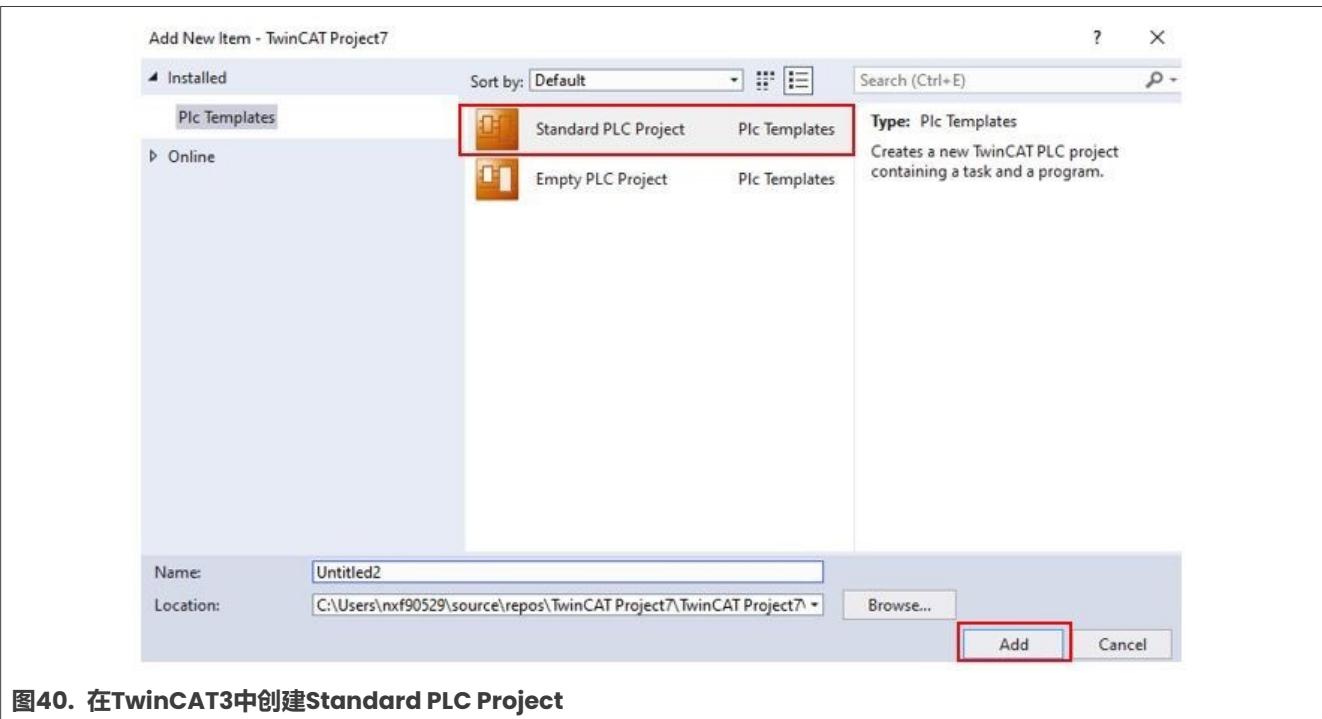

图40. 在TwinCAT3中创建Standard PLC Project
2. 添加**Standard PLC Project**，如图40所示。